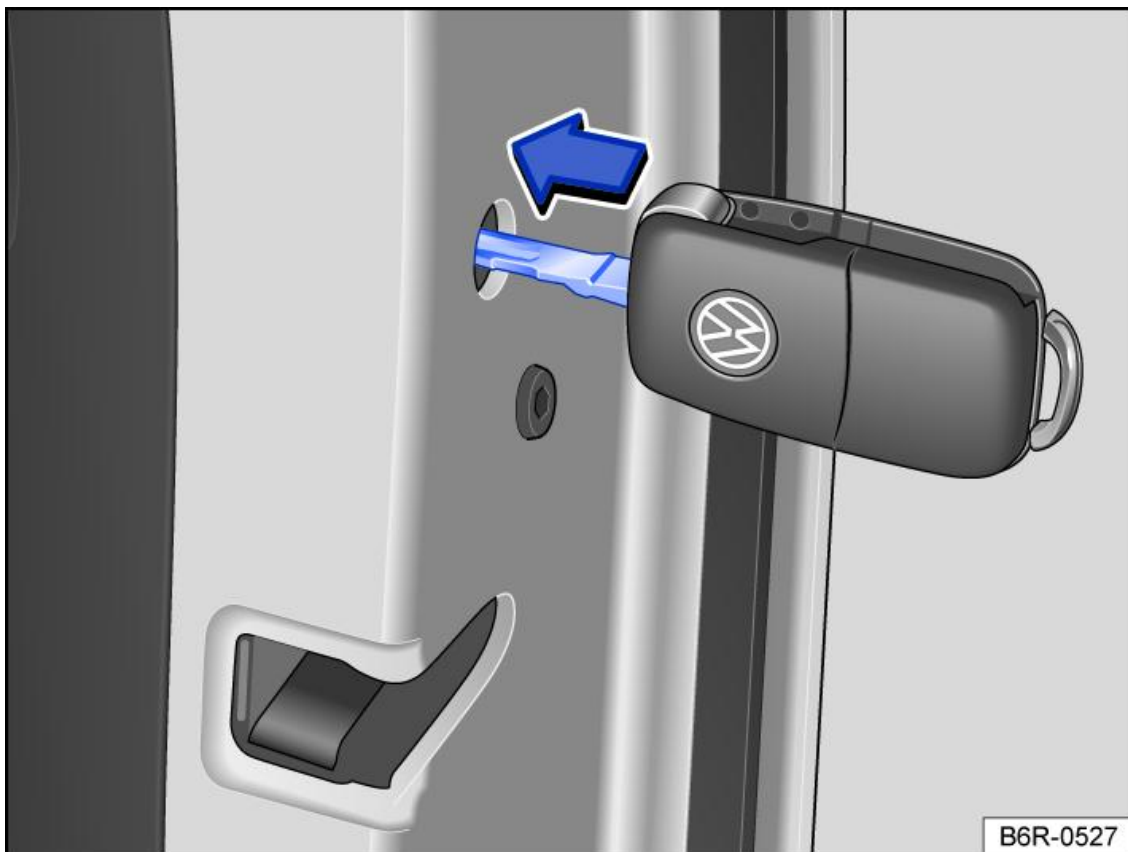

Fig. 2 Porta del passeggero: bloccaggio manuale delle porte con la chiave del veicolo
3. Inserire la chiave nella fessura e ruotarla in senso orario fino alla battuta → *fig. 2*.